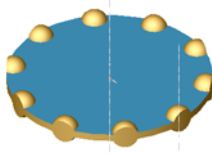

图 8-50 生成切除特征
② 创建拉伸切除特征。
4) 单击按钮，生成切除拉伸特征，如图 8-50 所示。